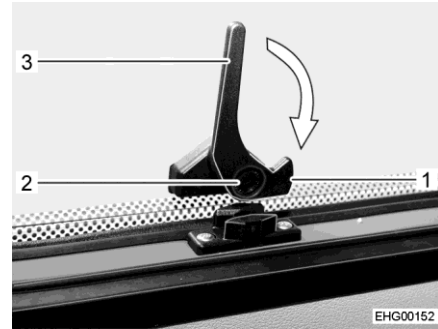

Fig. 51 Palanca de bloqueo inferior (posición "abierta")
- Pulsar el botón de seguridad (Fig. 51,2) en la palanca de bloqueo inferior (Fig. 51,3) y mantenerlo pulsado.
- Girar la palanca de bloqueo inferior (Fig. 51,3) un cuarto de vuelta hacia el marco de la ventana hasta que engatille el saliente de bloqueo (Fig. 51,1).